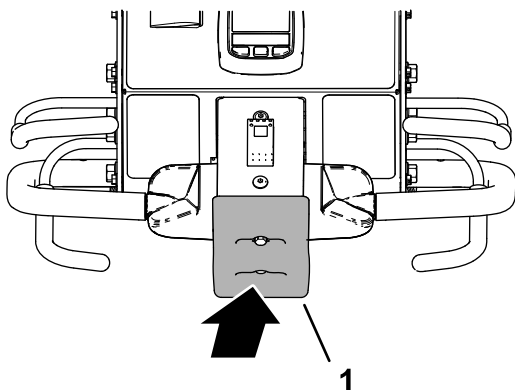

Figura 85
**Important:** Pentru a opri imediat maina, apăsai comutatorul de oprire la denivelare (Figura 85).